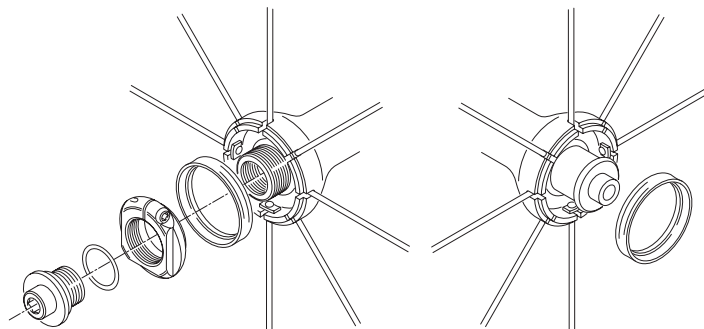
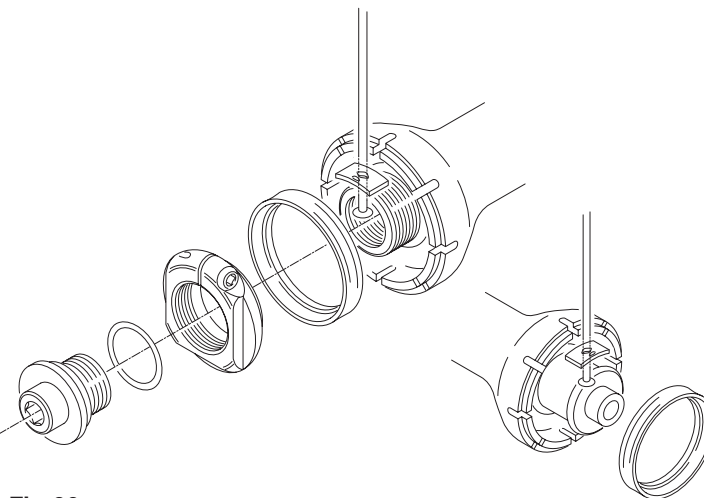

Fig. 35
Fig. 36
siano presenti gli anelli fermaraggi in plastica, in caso contrario procedete alla loro rimozione svitando la vite di battuta sinistra e la ghiera di registrazione dal mozzo (Fig. 35 - vedere Cap. 17.1) e riavvitandole ad operazione terminata.
- Inserite il raggio e la piastrina nell'apposita sede sul lato del mozzo facendo attenzione che il lato con la tacca sulla faccia convessa della piastrina rimanga rivolto verso l'esterno del mozzo (Fig. 36).
- Svitare la vite di battuta sinistra e la ghiera di registrazione dal mozzo (vedere Cap. 17.1). Inserite gli anelli fermaraggi in plastica nel mozzo (Fig. 35) e rimontate la ghiera e il dado. Effettuate la registrazione del mozzo (Cap. 17) e montate i coperchietti laterali.
- Make sure that the hub is not fitted with the plastic spoke-stop rings, if so remove them by unscrewing the LH locator screw and the adjustment locking from the hub (Fig. 35 - See Section 17.1) and refitting them at the end of the operation.
- Insert the spokes and plates in their seats on one side of the hub, taking care that the side with the notch on the convex face of the plate is towards the outside of the hub (Fig. 36).
- Tighten every wheel nipple one after the other one or two turns and repeat this operation until all nipples have been tightened by seven (7) turns each.
- Unscrew the LH locator screw and the adjustment locking from the hub (see Section 17.1). Fit the plastic spoke-stop rings in the hub (Fig. 35) and refit the locking and nut. Adjust the hub (Section 17) and install the small side covers.
- Kontrollieren, ob sich in der Nabe noch keine Speichenhalterungsringe aus Kunststoff befinden. Sollten welche vorhanden sein, die linke Anschlagsschraube und die Einstellbuchse der Nabe (Abb. 35, siehe Kapitel 17.1) lockern, eventuelle Ringe entfernen und Schraube und Buchse wieder anziehen.
- Die Speiche und das Plättchen in den vorgesehenen Sitz auf der Seite der Nabe einsetzen und darauf achten, daß die konvexe und mit einer Kerbe versehene Seite des Plättchens von der Nabe nach außen hin gerichtet ist (Abb. 36).
- Die linke Anschlagsschraube und die Einstellbuchse der Nabe lockern (siehe Kapitel 17.1). Die Speichenhalterungsringe aus Kunststoff in die Nabe einführen (Abb. 35) und die Buchse sowie die Mutter wieder montieren. Die Nabe justieren (Kapitel 17) und die seitlichen Abdeckungen wieder anbringen.
- Vérifiez qu'il n'y ait pas les bagues en plastique que blocage des rayons dans le moyeu ; Si tel est le cas, enlevez-les en dévissant la vis de butée gauche et la bague de réglage du moyeu (Fig. 35 - voir Chap. 17.1) puis les revisser une fois l'opération terminée.
- Introduisez le rayon et la plaquette dans le logement prévu sur le côté du moyeu en veillant à ce que le côté qui a une encoche sur la surface convexe de la plaquette reste tourné vers l'extérieur du moyeu (Fig. 36).
- Introduisez les bagues en plastique de blocage des rayons dans le moyeu (Fig. 35) et remontez la bague et l'écrou.
• Verificar que no estén montados en el buje los anillos bloquea-radios de plástico, y de no ser así, quitarlos. Para ello desenroscar del buje el tornillo de tope izquierdo y la virola de ajuste (Fig. 35 - ver Cap. 17.1) y al terminar dicha operación, volver a atornillarlos.
• Meter el radio y la placa en el asiento correspondiente en el lado del buje, prestando atención a que el lado con la ranura en la cara convexa de la placa quede hacia el exterior del buje (Fig. 36).
• Meter los anillos bloquea-radios de plástico en el buje (Fig. 35) y volver a colocar la virola y la tuerca.
• Overtuig u ervan dat de spaakstopring van de naaf verwijderd is. Indien dit niet het geval is: draai de borgmoer en de sluitmoer van de naaf (fig. 35 - hoofdstuk 17.1) en plaats hem terug bij het beëindigen van de werkzaamheden.
• Plaats de spaken en plaatjes in de uitsparringen aan één zijde van de naaf, zorg ervoor dat de zijde met de inkeping tegenover de buitenkant van de naaf zit (fig. 36)
• Draai de linker borgmoer en de sluitmoer van de naaf (zie hoofdstuk 17.1). Bevestig de plastic spaakstopringen in de naaf (fig. 35) en bevestig de sluitring en moer. Stel de naaf af en bevestig de afdekkapjes.